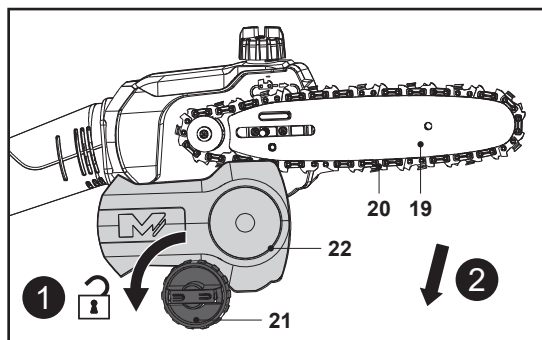

Fig. 5
1. Pune produsul pe o suprafață plană adecvată, cu capacul motofierăstrăului (22) orientat înainte.
2. Deșurubează roata de blocare (21) în sens antiorar, apoi scoate-o împreună cu capacul motofierăstrăului (22), lama de ghidare (19) și lanțul de fierăstrău (20) (fig. 5).